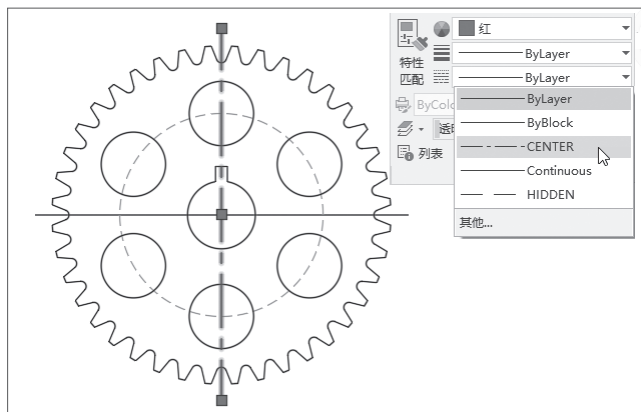

图 2-48
**步骤 03** 在“特性”选项组中单击“线型”下拉按钮，在打开的列表中选择CENTER线型，此时被选的中心线的线型发生了相应的变化，如图2-48所示。